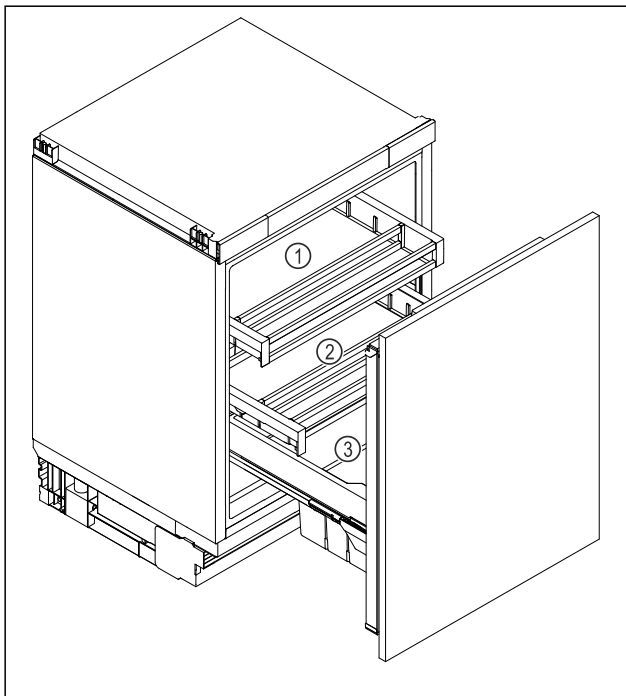

Fig. 6 Beispielhafte Darstellung
- Oberes Schubfach Fig. 6 (1): Butter, Käse, Konserven und Tuben lagern.
- Unteres Schubfach Fig. 6 (2): Leicht verderbliche Lebensmittel wie fertige Speisen, Fisch, Fleisch- und Wurstwaren lagern.
- Obst- und Gemüsebox Fig. 6 (3): Verpacktes Obst und Gemüse lagern.
- Getränkefach Fig. 6 (3): Einzelne Flaschen lagern.